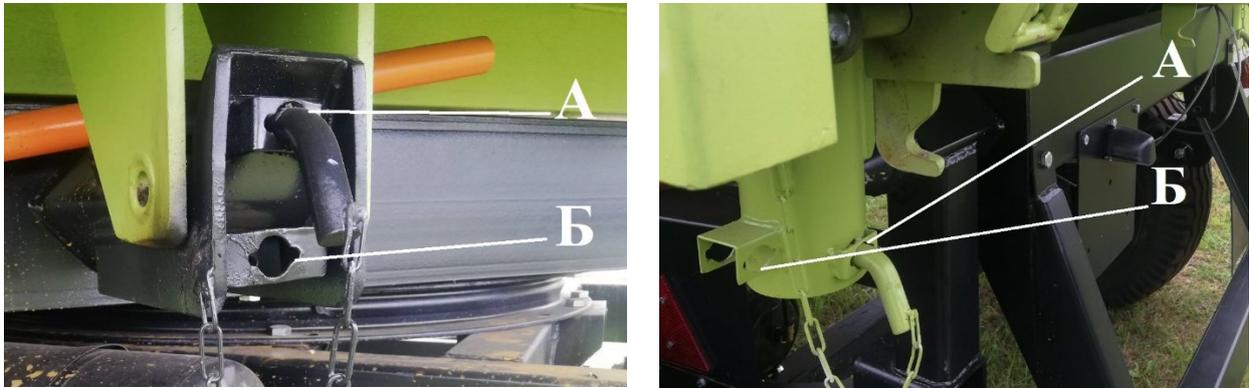
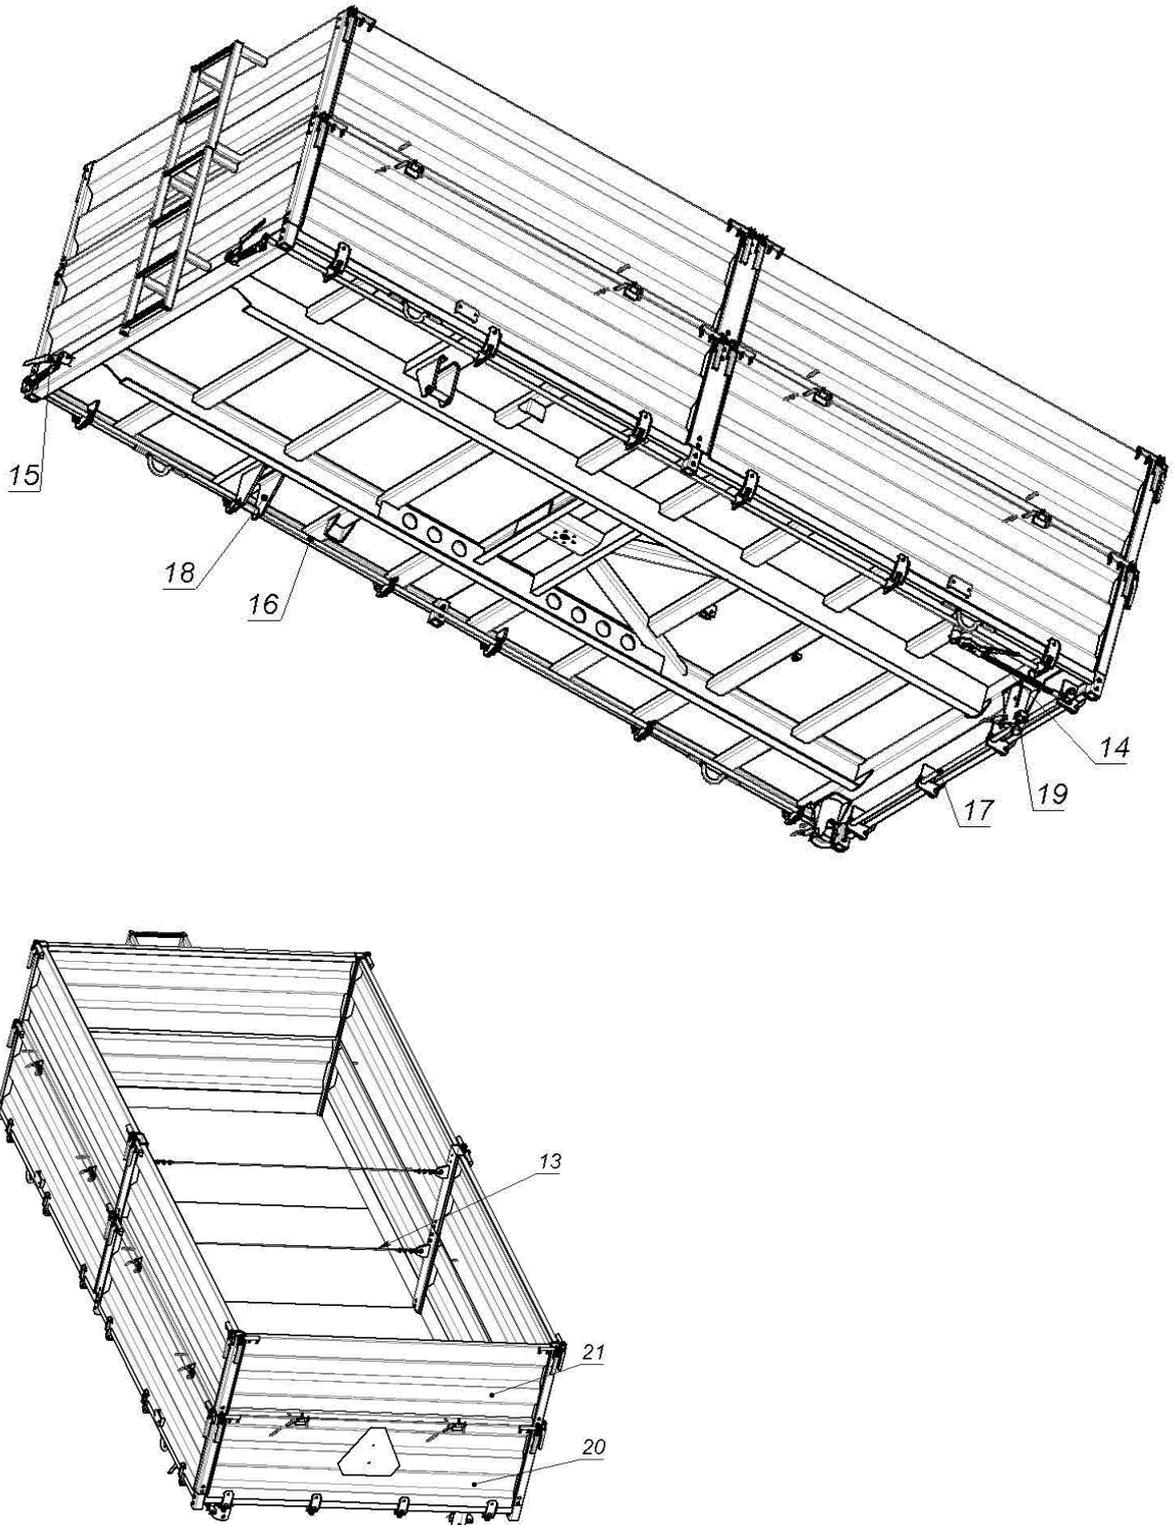

Рисунок 5.1. Кронштейны передний и задний опрокидывания кузова
Рисунок 6. Кузов 2ПТС-10 «Зерновоз» (аналогичная конструкция 2ПТС-6,5 «Зерновоз» и 2ПТС-8 «Зерновоз» отличия смотри рисунок 1.2 и 1.3)
- достать фиксаторы кронштейнов 18 и 19 вынуть из положения А, расстопорив правую или левую сторону кузова (противоположную выгрузке) и установить их в кронштейны Б смотри фото (Рисунок 5.1);
- достать фиксаторы кронштейнов 18 и 19 (рисунок 6) вынуть из положения А (Рисунок 5.1), расстопорив правую или левую сторону кузова (противоположную выгрузке) и установить их в положение Б смотри фото (Рисунок 5.1);
После опускания кузова закрыть замки, прижав борт, (Рисунок 5.2), и зафиксировать кузов фиксаторами (рисунок 5.1) правой или левой стороны, а оси завес 9 установив на место и зафиксировать пружинными фиксаторами.
3) Для выгрузки груза назад нижним открытием борта необходимо (рисунок 6):
- достать фиксаторы передних поворотных кронштейнов (рисунок 5.1) установить их в положение «Б»